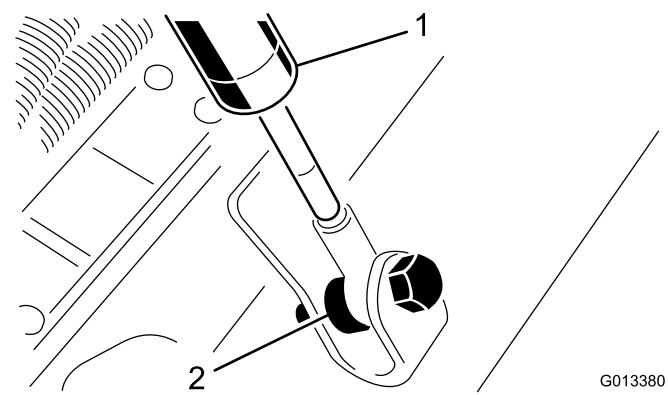

Bild 6
7. Entfernen Sie die Bolzen, Distanzstücke und Bundmuttern, mit denen das andere Ende der Stoßdämpfer am Mähwerk befestigt sind (Bild 6).